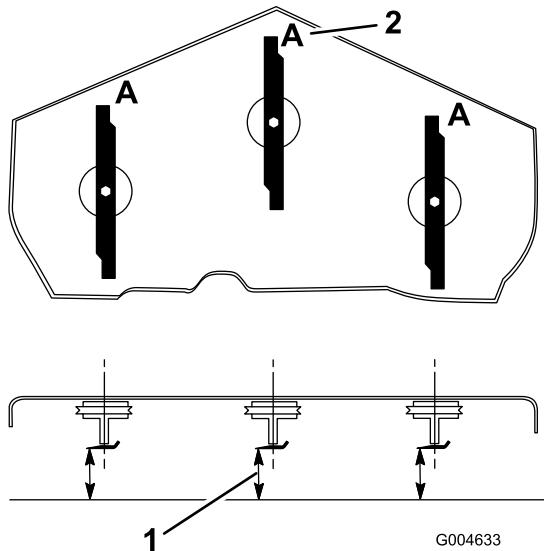

図 20
3. ブレードが前後方向を指すように回転させる(図20)。Aの位置で(図20)、平らな床面からブレードの刃先までの高さを測る。測定値を記録する。